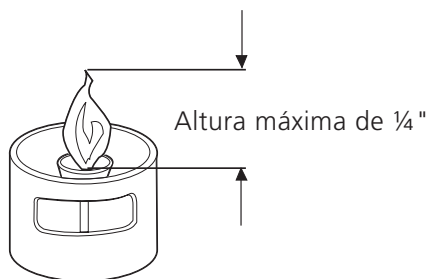

Figura 13
5. Ajuste el piloto a aproximadamente una llama de $\frac{1}{8}$ " – $\frac{1}{4}$ " (vea figura 13) de manera que una pequeña coloración amarilla aparezca en la parte alta de la llama del piloto.